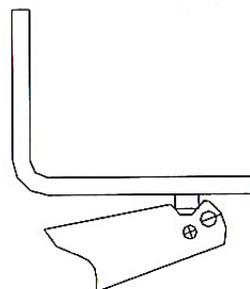

РИСУНОК 3
4. Зубчатая накладка на подъемном рычаге может быть использована для подъема погрузчика с плоским днищем (см. рисунок 3).